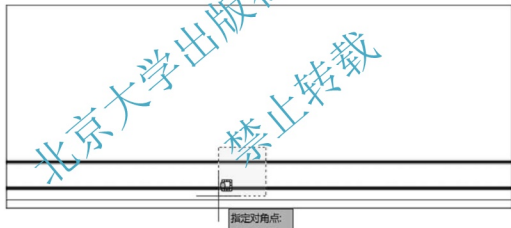

图 4.6 选择窗台线和窗眉线作为阵列对象
(6) 使用【阵列】命令生成 2、3、4 层的窗台线和窗眉线。
① 启动【阵列】命令（快捷键 AR）。
② 在**选择对象**：提示下，按照图 4.6 所示选择窗台线和窗眉线（窗洞口上下各两条水平线）作为阵列对象。